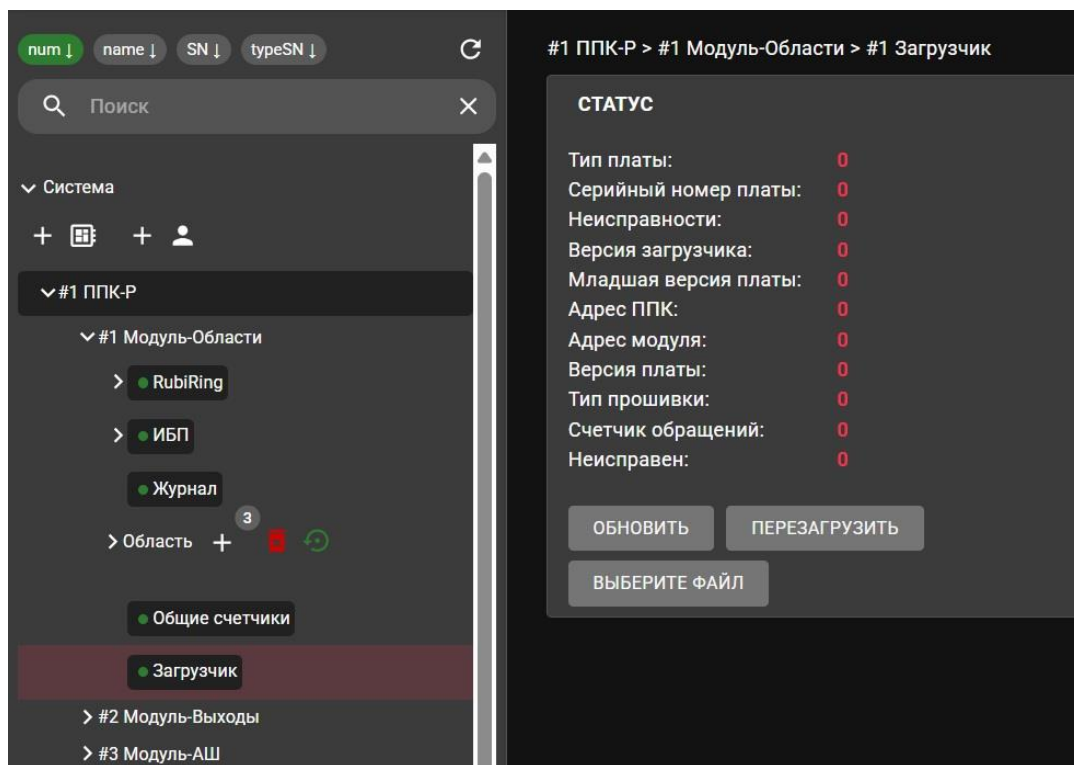

Рисунок 30
В архиве находятся три файла **основных прошивок** (Рис. 30):
В архиве находятся три файла **загрузчика** (Рис. 30):
3. Нажать юнит «**Загрузчик**». При этом в разделе «**Статус**» можно узнать установленную версию загрузчика и основной прошивки. Также предусмотрены три кнопки: «**ОБНОВИТЬ**», «**ПЕРЕЗАГРУЗИТЬ**» и «**ВЫБЕРИТЕ ФАЙЛ**» (Рис. 30).